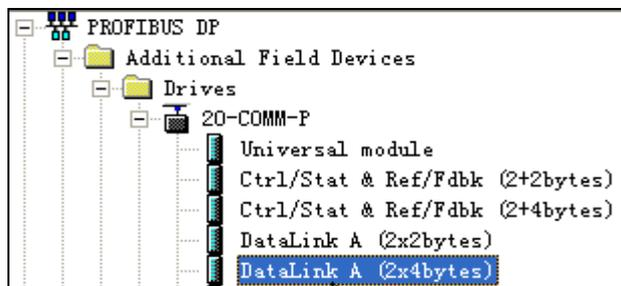

图 3-27 添加 DataLink 数据区
(1) 进入 SIMATIC 300 的硬件组态界面，双击 20-COMM-P 图标，对其进行组态。选中 2 号槽。然后添加 DataLink 数据区，双击窗口右侧的 DataLink A (2x4bytes)，如图 3-27 所示。即 DataLink A1: 32-bit; DataLink A2: 32-bit，这根据前面介绍的参数[DataLink Size]（32-bit）来选择。